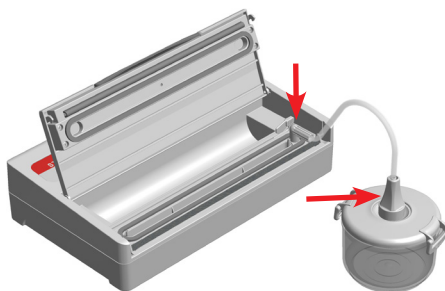

Figure 8: conservation sous vide avec des boîtes
- a.) Insérez le l'embout du tuyau sur le port situé (voir figure 8) sur le côté droit de la chambre d'aspiration.
Le vide ne tient pas lorsque vous utilisez un récipient.	- Assurez-vous que le tuyau est inséré correctement, comme indiqué à la figure 8. - Assurez-vous que le couvercle est propre, sec et dans la bonne position.